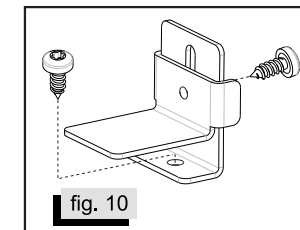

fig. 10
2) El anafe tiene que ser fijado a la mesada mediante los accesorios provistos (fig. 10). Se puede optar por la fijación lateral o frontal y posterior según se muestra en la figura 11.